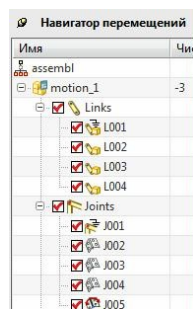

рис.25
- Результирующее состояние *навигатора перемещений* показано на рис.25.